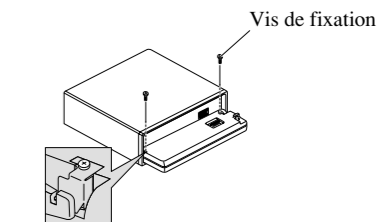

Fig. 12
3. Fixez la face avant sur l'appareil avec les vis de fixation. (Fig. 12)